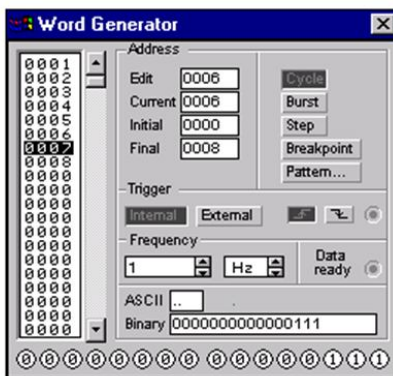

Рис. 5. Настройка цифрового генератора
3.3. Установите генератор слов в пошаговом режиме *Step* (см. рис.5). С помощью соответствующих ключей задать следующие состояния управляющих входов микросхемы:  $G1=1, G2A=G2B=0$ .
Запрограммируйте цифровой генератор следующим образом (см. рис.5):